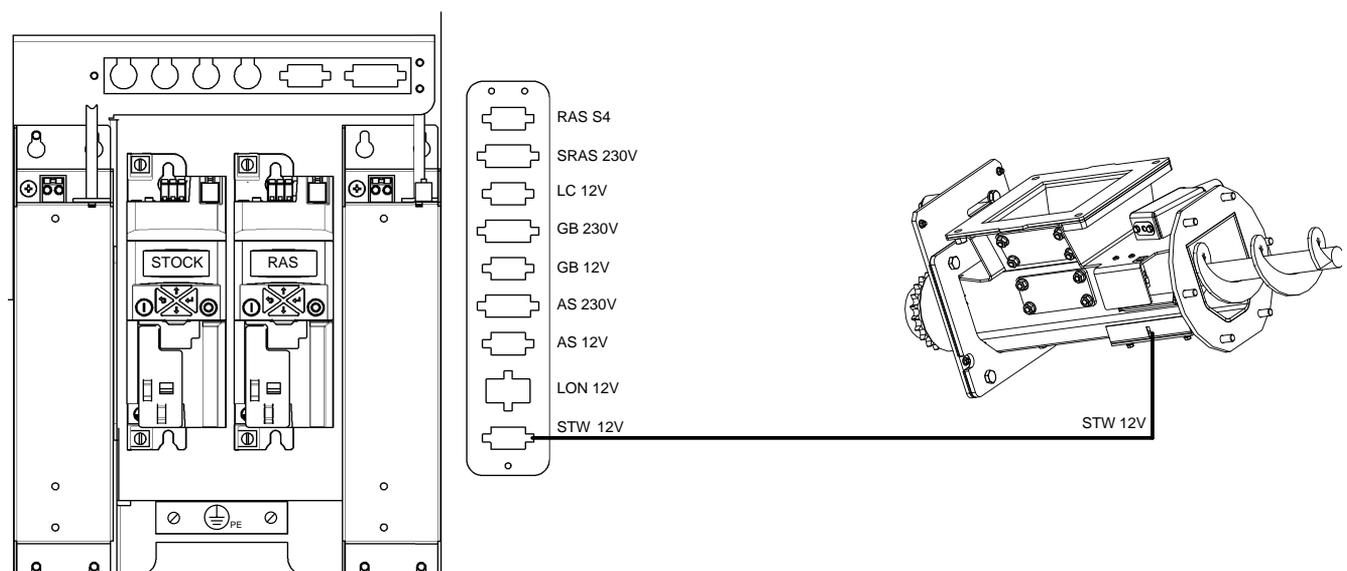

Fig. 104 Inserire il limitatore della temperatura di sicurezza STW 12V dalla coclea di dosaggio
- Inserire il limitatore della temperatura di sicurezza (STW 12V) - Fig. 104.